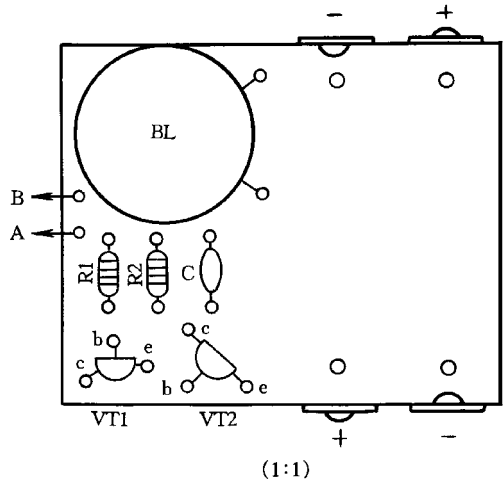

图 3-12
(12) 第四步，安装元器件。各元器件在电路板上的位置如图 3-12 所示。元器件均安装在电路板的非铜箔面，其引脚或引线从相应的孔中穿过电路板，焊牢在铜箔面上。